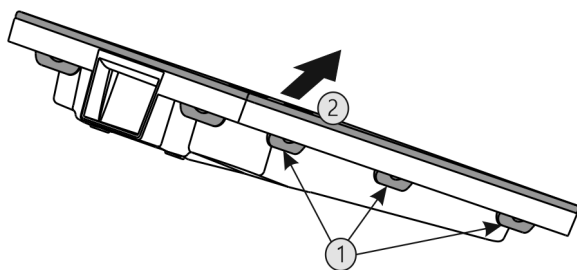

Fig. 40
- ▶ Apăsăți toate eclisele Fig. 40 (1) consecutiv și scoateți capacul Fig. 40 (2).